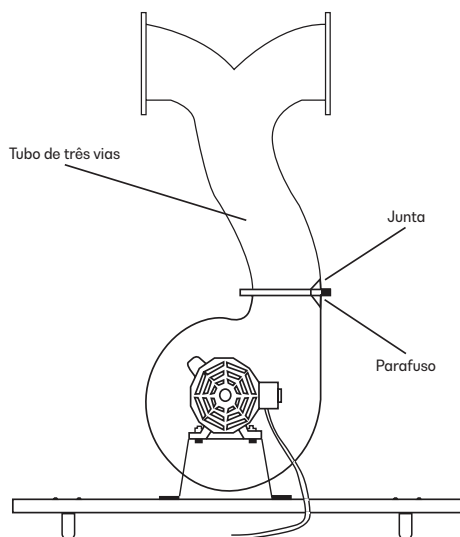

Fig. 4
3.1.4 Instalação do tubo de três vias a saída do corpo do coletor e instale o tubo de três vias. Fixe com parafusos M8×12 e aperte com chave (Fig. 4).